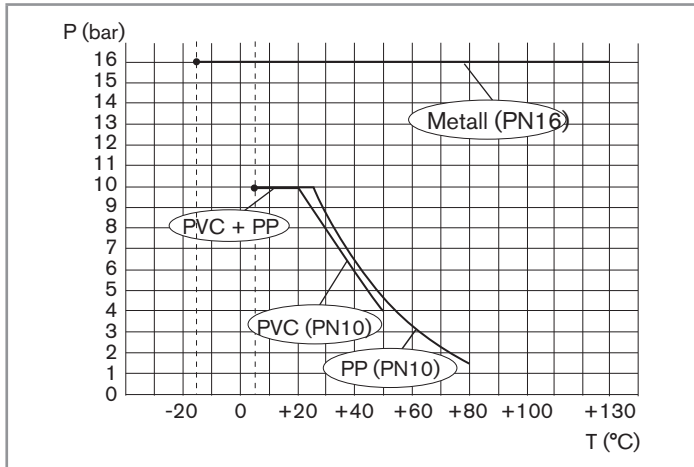

Bild 2: Druck-Temperatur-Abhängigkeitskurven der Flüssigkeit, für die Adapter und Fittings S022
- Je nach Art der Werkstoffe des Fittings oder des Adapters (siehe Bild 2) und dem verwendeten Messgerät (siehe die entsprechende Bedienungsanleitung) die Druck-Temperatur-Abhängigkeit der Flüssigkeit beachten.